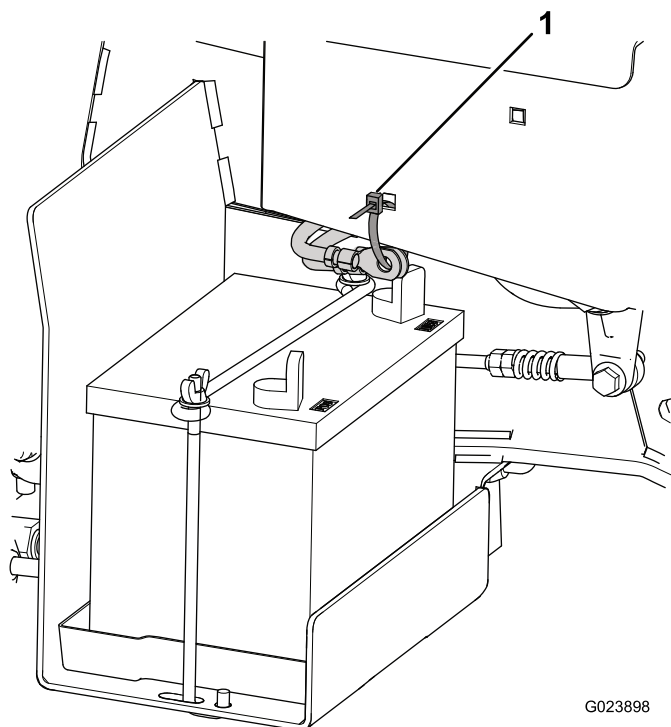

Figura 4
1. Corte a braçadeira que fixa os cabos da bateria à estrutura e elimine a braçadeira (Figura 4).